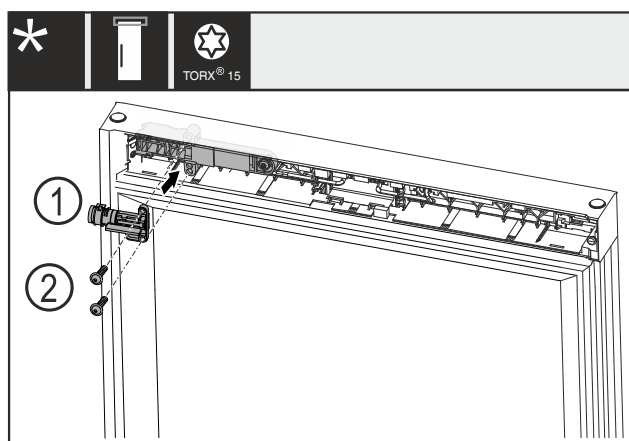

Fig. 23
- Tourner le verrou mécanique Fig. 23 (1) de 180° et le monter du côté opposé.
- Fixer le verrou mécanique Fig. 23 (1) avec les vis Fig. 23 (2).